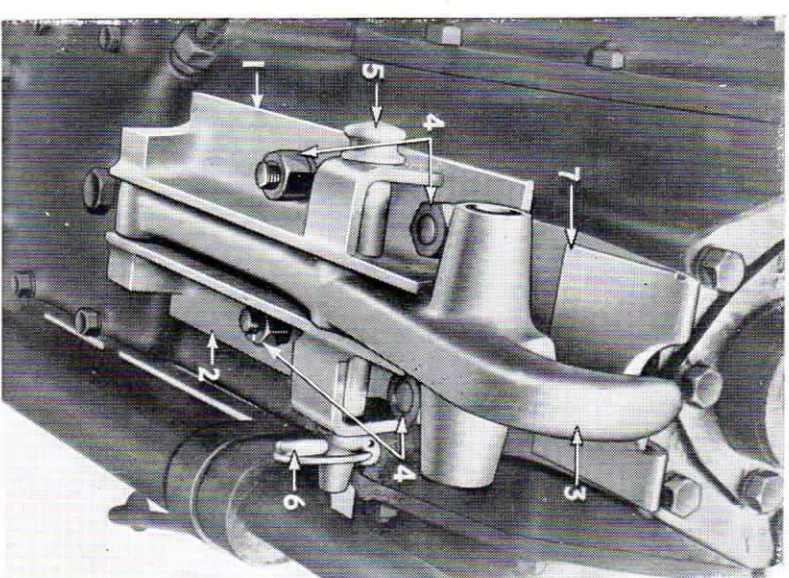

Fig. 2
- Retirer la broche (6) maintenant le crochet à ses tirants.
- Utiliser la même broche pour fixer le crochet entre ses cornières (voir fig. 2).
- Démonter la barre de relevage et le tirant droit en enlevant la broche (3). Procéder de même à gauche.